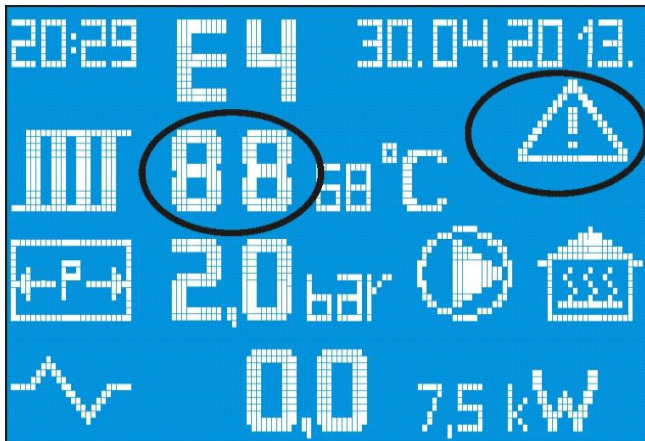

Figura 14: Paralajmërimet që kanë të bëjnë me temperature
- Kur temperatura në sistem është më e ulët se 5 °C ose më e lartë se 80 °C, fillon të vëzhgojë vlera aktuale e temperaturës, paraqitet shenja e trekëndëshit të paralajmërimit e cila vazhdimisht vëzullon dhe shenjat e kodit të paralajmërimit (Figura 14).